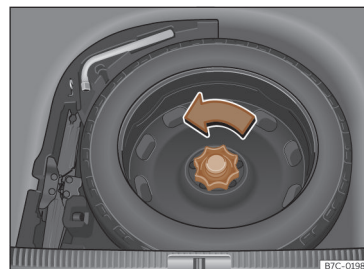

Fig. 232 Na bagageira: piso de carga levantado.
- Mova a roda no sentido contrário ao dos ponteiros do relógio >>> **Fig. 232.**